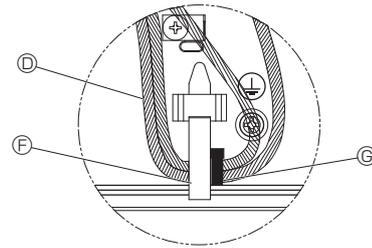

Fig. 5-10
5. Ein Band am optionalen Kabel, Übertragungskabel und Fernbedienungskabel anbringen und gegen Zugbelastung sichern. (Fig. 5-10)